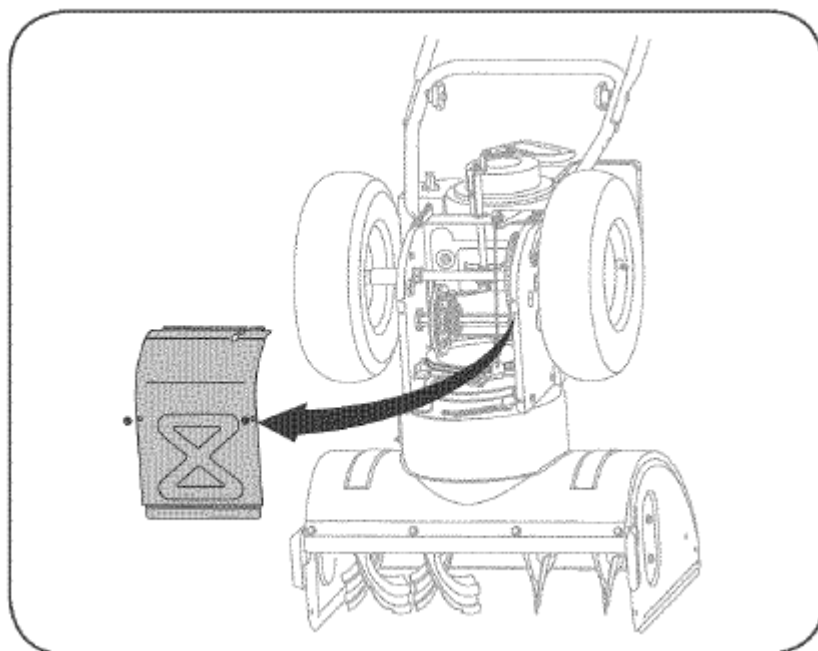

Рисунок 24
5. Снимите рамный кожух с нижней части снегоочистителя, вывинтив четыре фиксирующих его самореза (см. рис. 24).